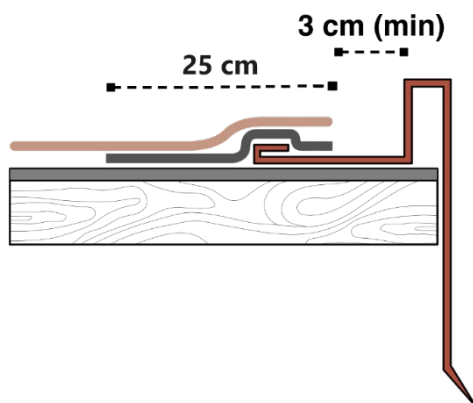

Fig. 15 - Dettaglio lamiera laterale
- Installare le lamiere laterali sopra alle membrane installate sulla copertura. Applicare una fascia di membrana bituminosa, larga circa 25 cm, a sormonto della lamiera. Procedere con la normale posa delle tegole a fiamma sopra alla stessa. Lasciare uno spazio di circa 3cm tra il bordo delle tegole e il bordo delle lamiere - Fig. 15.